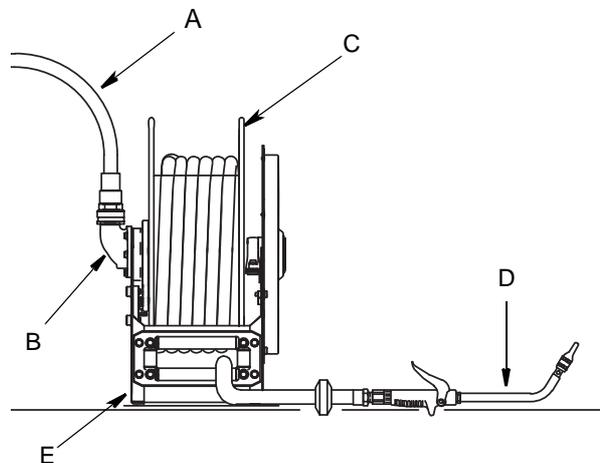
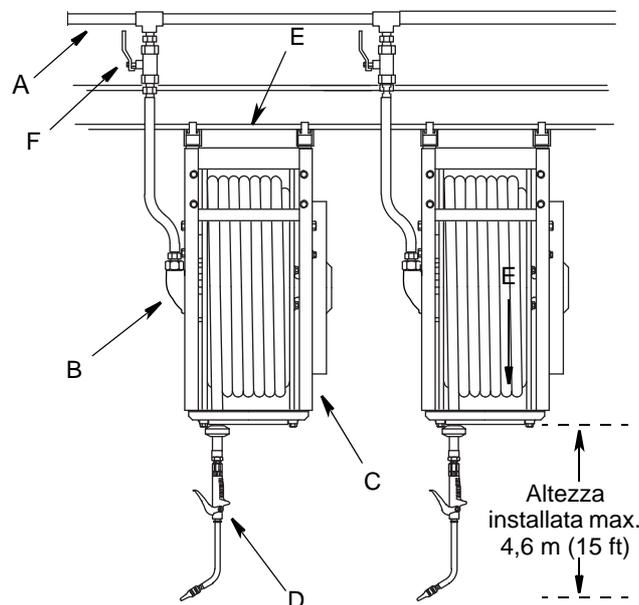

FIG. 3
FIG. 4
- XD40 - 4,6 metri (15 piedi) (vedere la FIG. 4 a pagina 11)
Le installazioni mostrate nella FIG. 3 e nella FIG. 4 sono soltanto esempi. Contattare il distributore Graco per l'assistenza tecnica per progettare un sistema adatto alle proprie necessità.